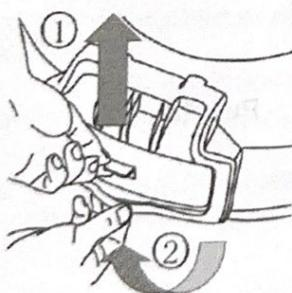
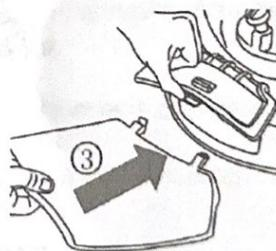

Рис. 8
Рис. 9
1. Откройте боковую защитную панель, удерживайте ее в нужном положении и совместите крючки на насадке со стержнями, на которые ее нужно повесить (рис. 8 и рис. 9).